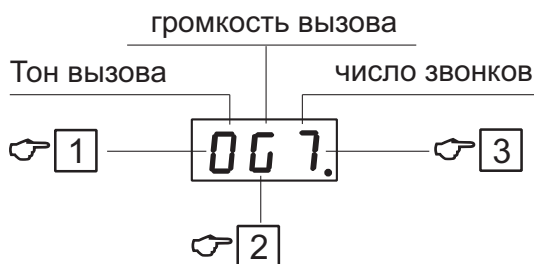

Рис. 24: Меню пользователя
- Ввести номер квартиры, а затем коснуться кнопки (поля) КЛЮЧ и ввести код замка кодового. На дисплее укажется меню пользователя, где возможно производить изменения параметров (см. рис. 24).